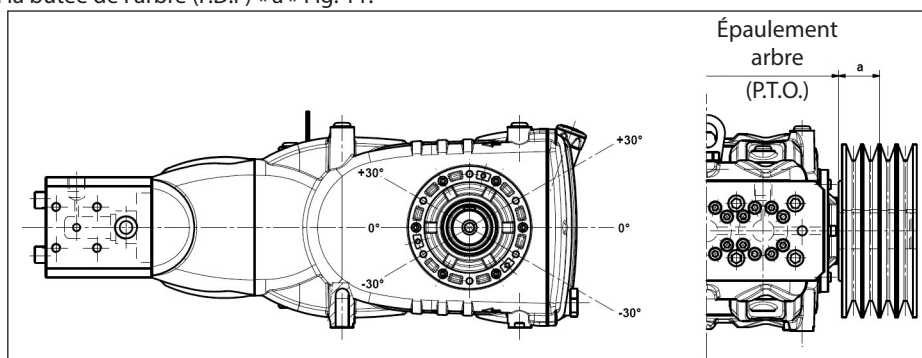

Fig. 11
La transmission est considérée appropriée si cette charge est appliquée à une distance maximum $a=40$ mm de l'épaule de l'arbre (prise de force) comme le montre Fig. 11.
- b) Utiliser des courroies à haut rendement - par exemple **XPB** au lieu de **SPB** - car il sera nécessaire d'avoir une quantité inférieure de courroies égales à la puissance transmise et par conséquent une distance inférieure de la résultante par rapport à la butée de l'arbre (P.D.F) « a » Fig. 11.
- e) Contrôler la direction de la tension de la courroie comme indiqué Fig. 11 : pour toute autre nécessité, contacter le **Bureau Technique** ou le **Service d'Assistance Clients**.